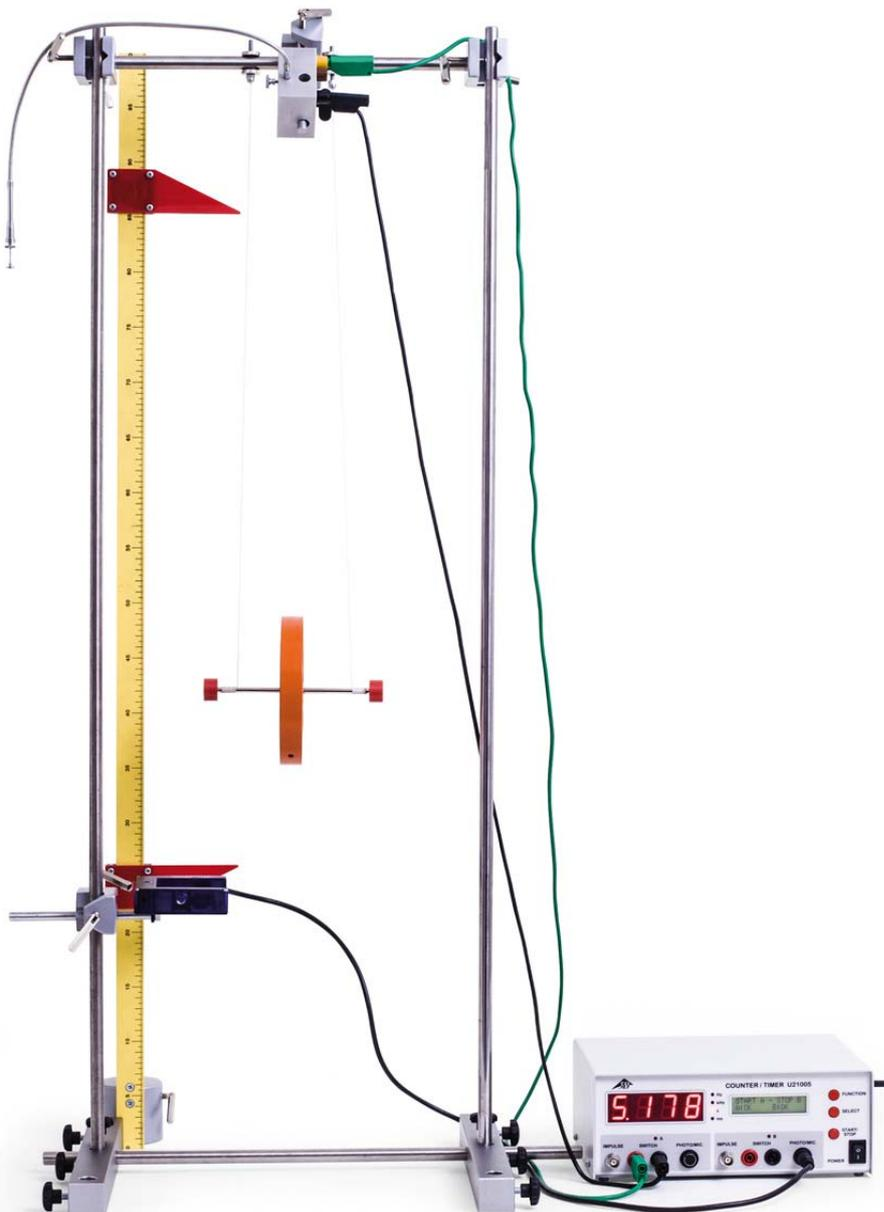

Fig. 1: Montaje experimental.
- Se monta el experimento de acuerdo con la Fig. 1.
- Se erige la escala de alturas utilizando el pie cónico como se indica em el Fig.1.